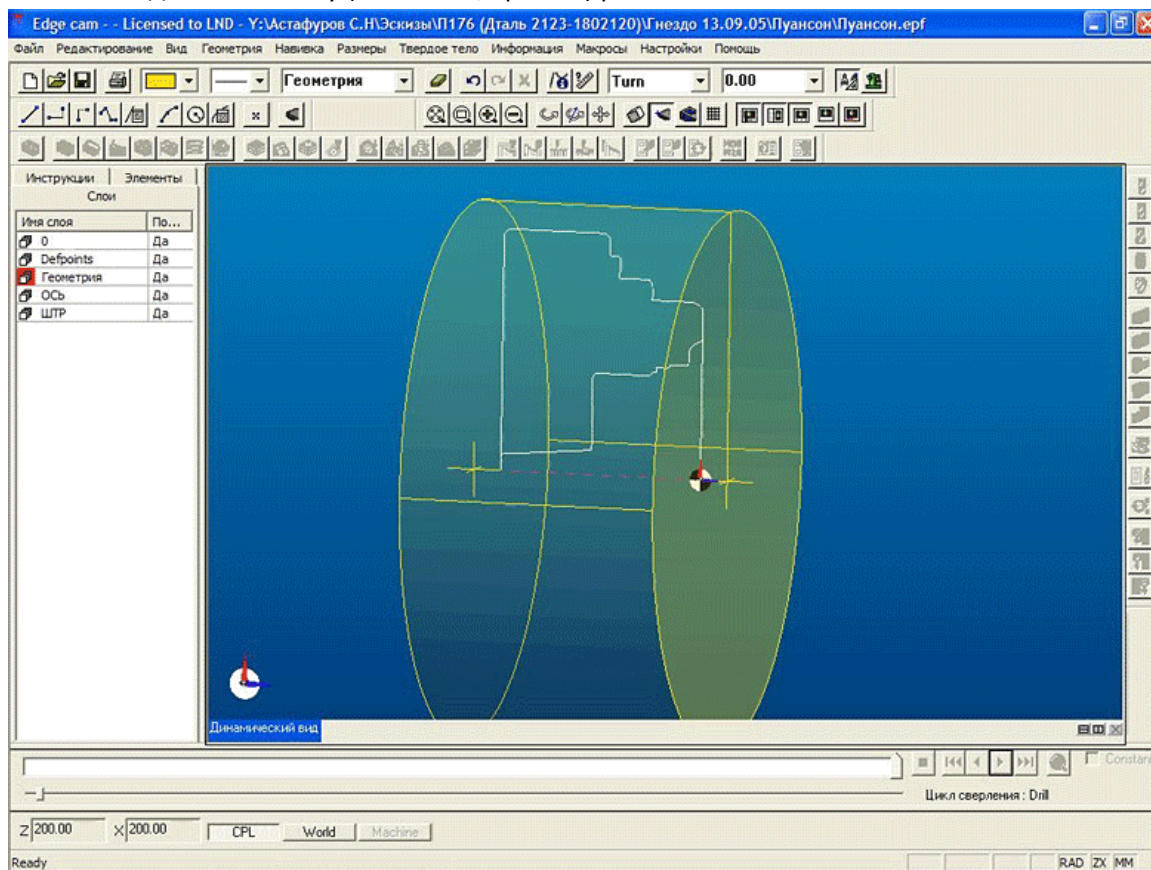

Рис. 3. Edgcam. Создаём заготовку.
4. Создаём заготовку (Заготовка/Крепёж) рис.3